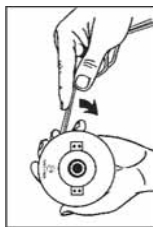

Fig. 9C
5. Avvolgete il filo in senso orario alla bobina, come illustrato nella fig. 9C. Fate attenzione ad avere il filo teso e ad avere entrambe le metà del filo nelle apposite custodie indipendenti della bobina. Avvolgete il filo finché rimane la lunghezza 6" (15 cm).